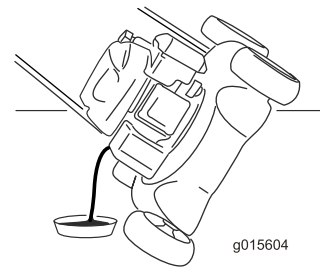

Figura 29
7. Coloque la máquina de lado con la varilla de aceite hacia abajo para drenar el aceite usado a través del tubo de llenado al recipiente (Figura 29).